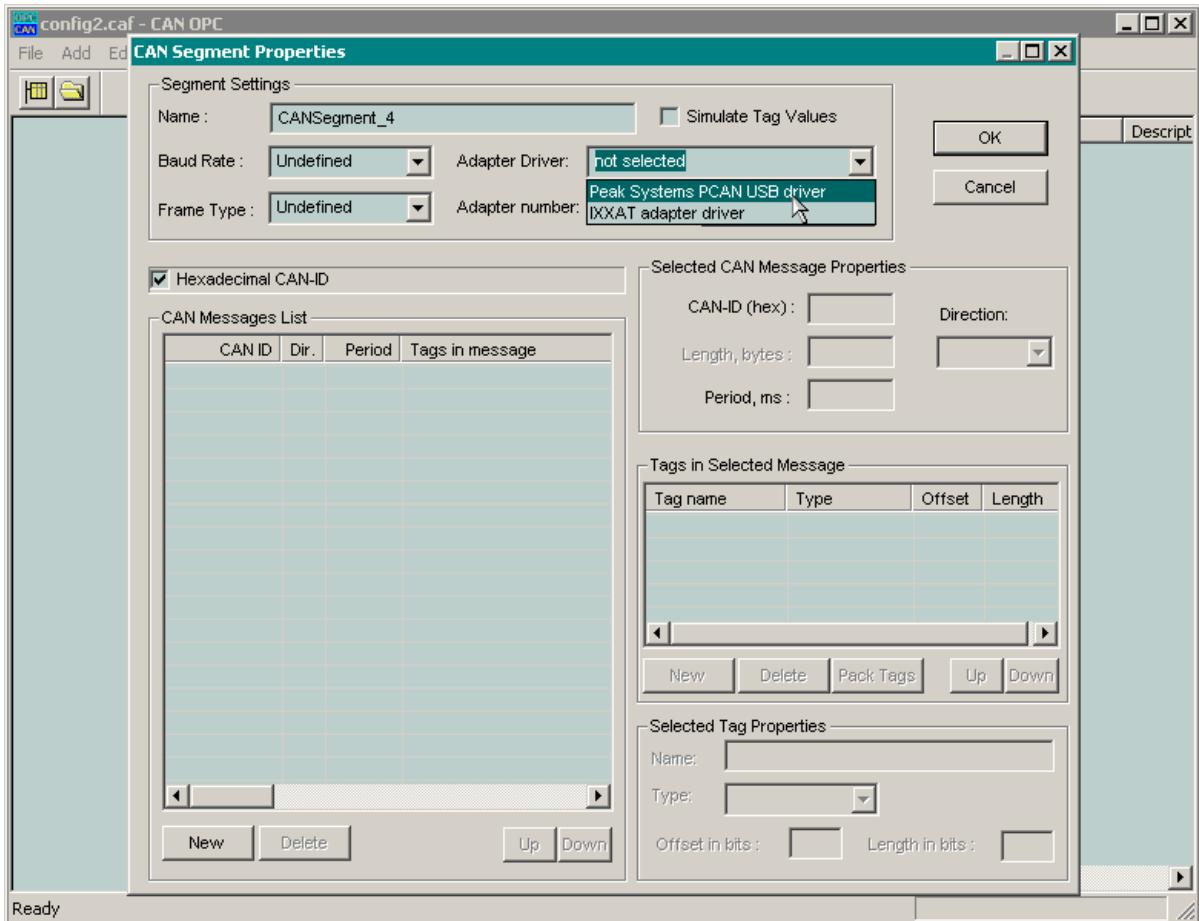

Рис. 59. Создание конфигурации сегмента сети CAN
2. Выполните команду **Add–New CAN segment** в главном меню OPC-сервера. На экране монитора появится диалоговая панель настройки параметров сегмента сети CAN, показанная на рис. 59.